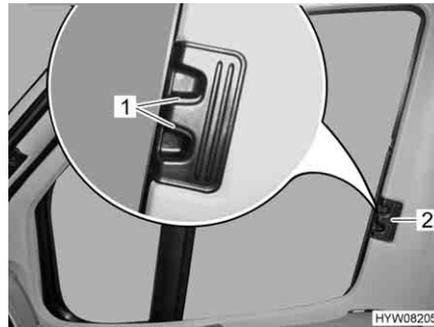

Bild 66 **Faltverdunklung für Fahrer-/Beifahrerfenster**
- Entriegelungsgriffe (Bild 66,1) zusammendrücken und gedrückt halten.
- Die Faltverdunklungen für das Fahrerfenster und das Beifahrerfenster am Griff (Bild 66,2) zur anderen Fensterseite ziehen und an den Magnetstreifen aneinanderfügen.
- Die Faltverdunklungen für das Fahrerfenster und das Beifahrerfenster am Griff (Bild 66,2) bis zum Anschlag einschieben.
- Entriegelungsgriffe (Bild 66,1) loslassen und einrasten lassen.